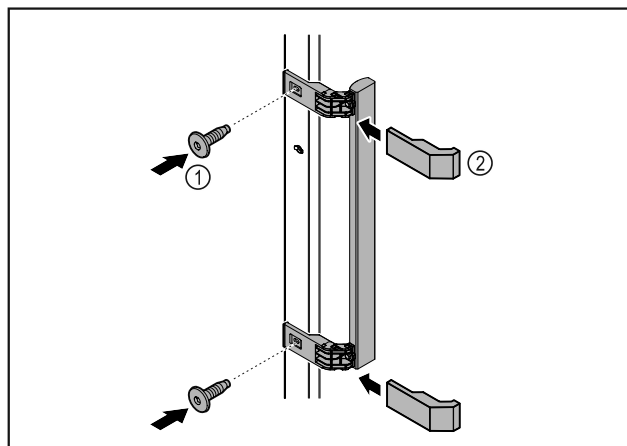

Fig. 3
- Fixer la poignée à la porte à l'aide des vis Fig. 3 (1) fournies.
- Mettre les caches Fig. 3 (2) en place.